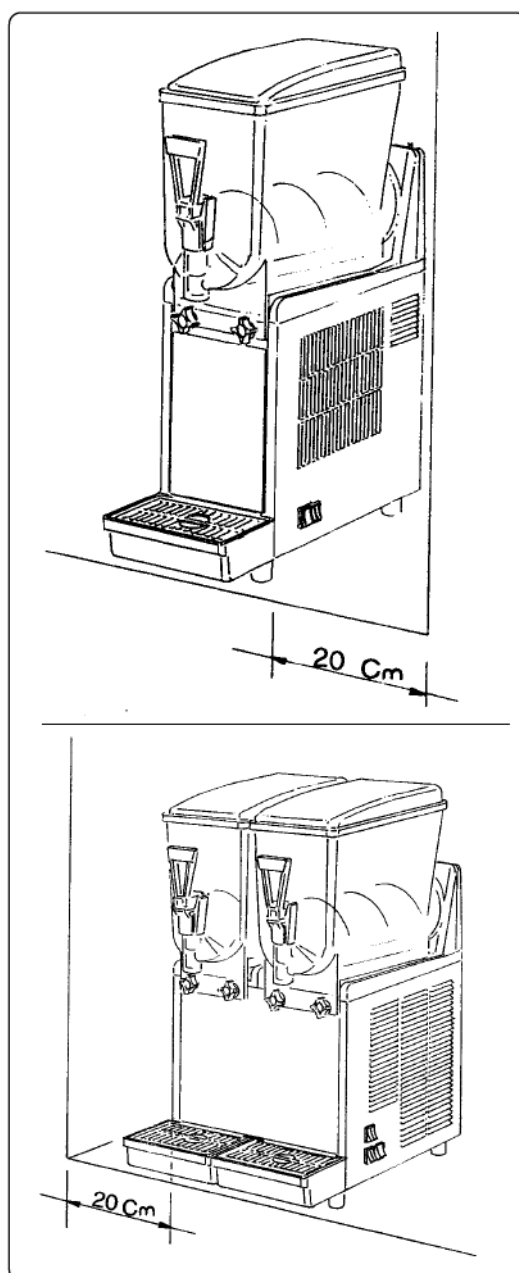

Abb. 2
- die Maschine so aufstellen, dass eine gute Lüftung gewährleistet ist; eine Aufstellung in der Nähe von Wärmequellen vermeiden; die Raumtemperatur sollte zwischen 15 und 25 °C betragen (siehe Abb. 2).